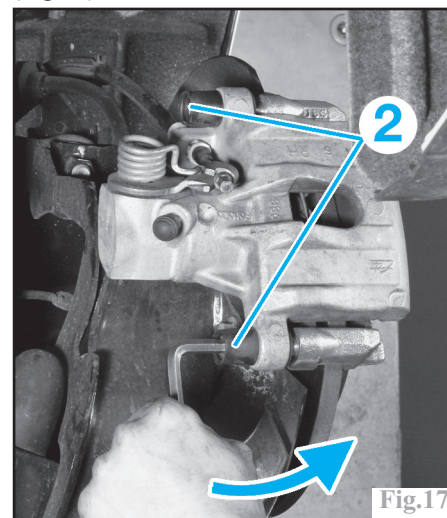

Fig.17
Déposer les 2 vis de guidage de l'étrier (2) (Fig.17).